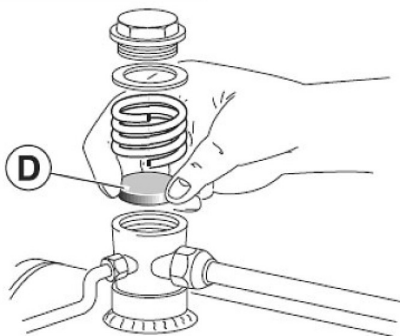

Abb. 16: Rückschlagventil
Schritt 2: Überprüfen Sie das Rückschlagventil und wechseln Sie das Dichtungselement **D** (Abb. 16) gegebenenfalls aus.